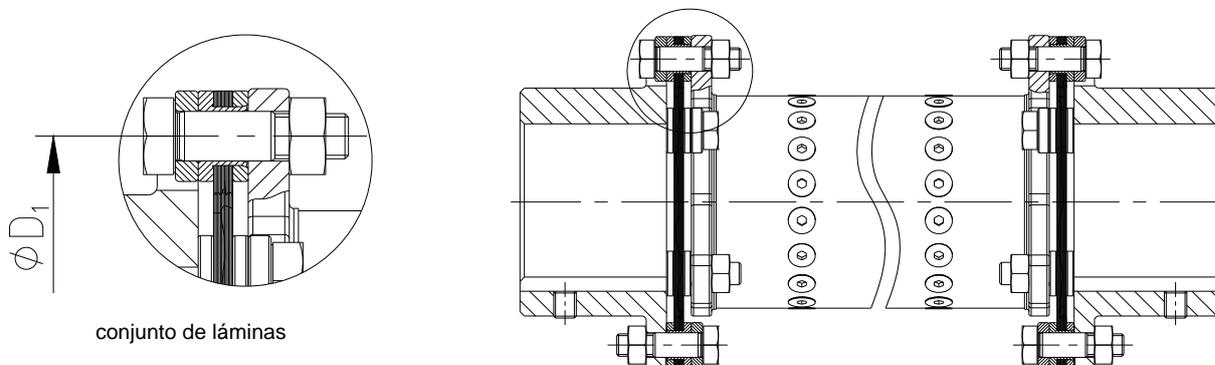

figura 7: montaje del conjunto de láminas RADEX®-N tamaño 70
- Monte los conjuntos de láminas y el espaciador (ver figura 7 y 8, respectivamente).